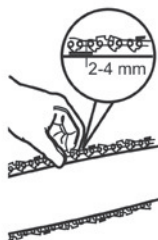

Fig. 20
- > Compruebe la tensión de la cadena levantando con una mano la cadena (C4) contra el peso del producto. La tensión correcta de la cadena se consigue cuando esta se puede levantar aproximadamente 2-4 mm de la espada (C3) en el centro (Fig. 20).